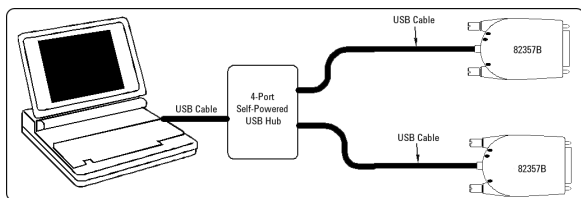

図1-5 82357BのUSBハブへの接続
- 1 電源アダプタをハブと電源コンセントに接続します。ハブがセルフパワー・モードで動作していることを確認してください。図1-5に示すのは、4ポートのセルフパワーUSBハブに2台の82357B USB/GPIBインタフェースを接続したところです。